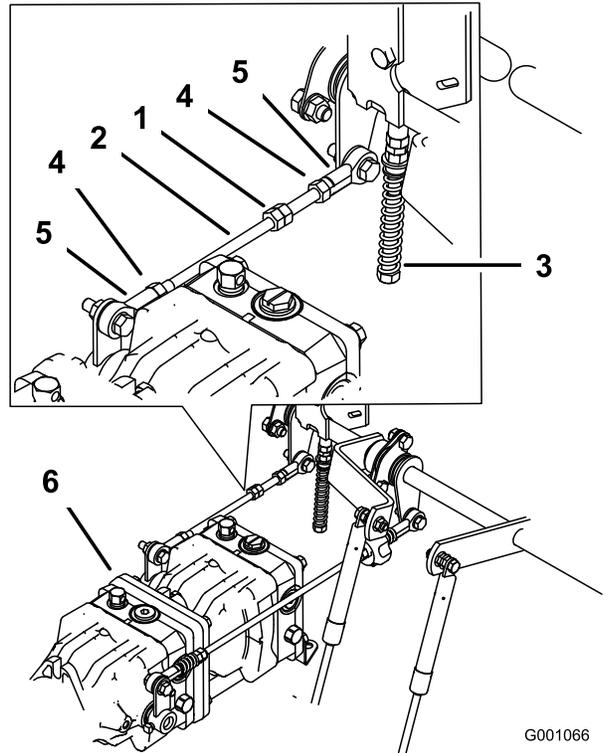

Figura 78
1. Afloje las contratuercas de la articulación esférica de la varilla de control de la bomba (Figura 78).
3. Ajuste la longitud de la varilla de la bomba girando las tuercas dobles de la varilla, en el sentido apropiado, hasta que la rueda quede estacionaria o se mueva muy lentamente en marcha atrás (Figura 78).
6. Apriete las contratuercas de las articulaciones esféricas (Figura 78).